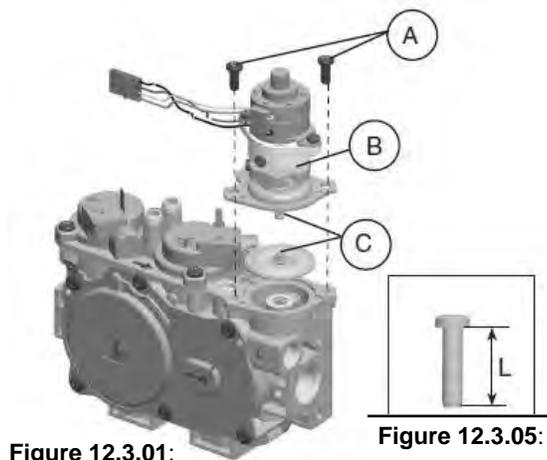

Figure 12.3.01:
- Ensemble de régulateur de pression (E)
- Deux (2) vis (F)
- Étiquette d'identification (G)
2. Voir **Figure 12.3.01**. Avec un tournevis Torx T20 ou pour écrou à fente, retirer et jeter les deux (2) vis de fixation (A) du régulateur de pression, la tour du régulateur de pression (B) et l'ens. ressort-diaphragme (C) (si applicable).